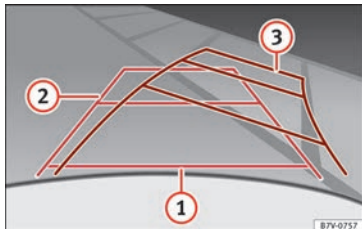

Abb. 145 Bildschirm: Orientierungslinien des Parkraums hinter dem Fahrzeug.
Bedeutung der auf den Bildschirm projizierten Orientierungslinien » Abb. 145. Alle Längenangaben der Orientierungslinien beziehen sich auf ein Fahrzeug, das auf einer waagerechten Fläche steht.
- Langsam rückwärtsfahren und dabei so lenken, dass die gelben Orientierungslinien in die Parklücke führen » Abb. 145 ③.